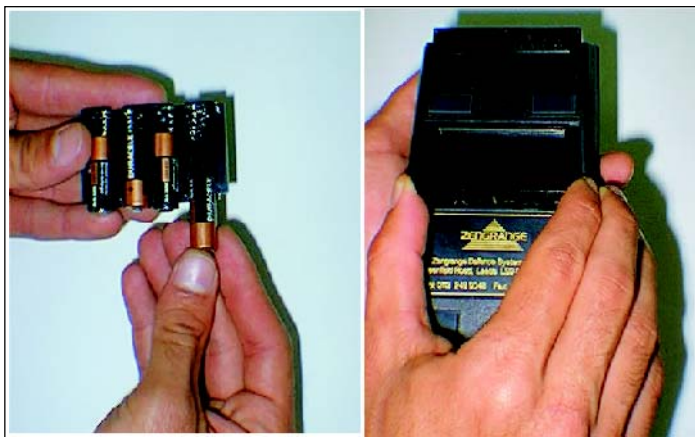

Fig 5-6. Colocação das baterias
(6) Remova as baterias velhas e coloque as novas de acordo com a coincidência da posição de suas marcas de polaridade com as da tampa do compartimento. Caso qualquer uma das baterias seja introduzida ao contrário, o Morzen não ligará.
(7) Recoloque a tampa do compartimento de baterias no computador com as extremidades expostas das baterias para a parte superior do computador (alojamento dos módulos) e empurre a tampa para frente e, pela base, para baixo até encaixar em seu local (Fig 5-6).